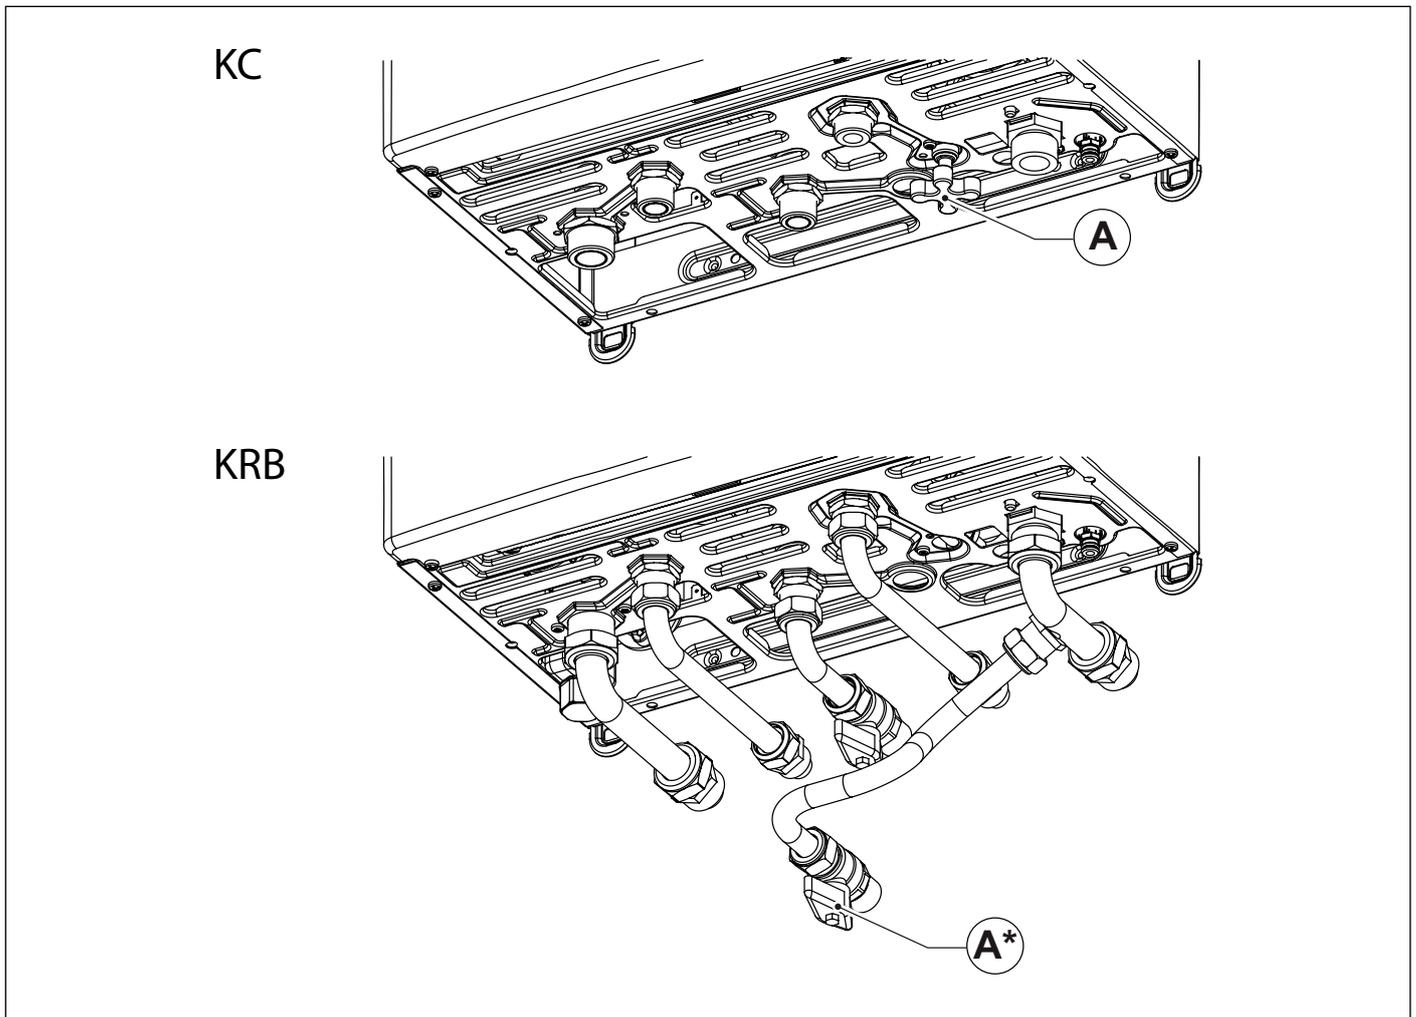

Abb. 2 Befüllhahn
Im Fall einer Störabschaltung aufgrund des Ansprechens des Wasserdruckschalters wird an der LCD-Anzeige der Code **E04** angezeigt. Die Anlage muss durch Betätigen des Befüllungshahns (A) gefüllt werden (siehe Abb. 2 Befüllhahn).